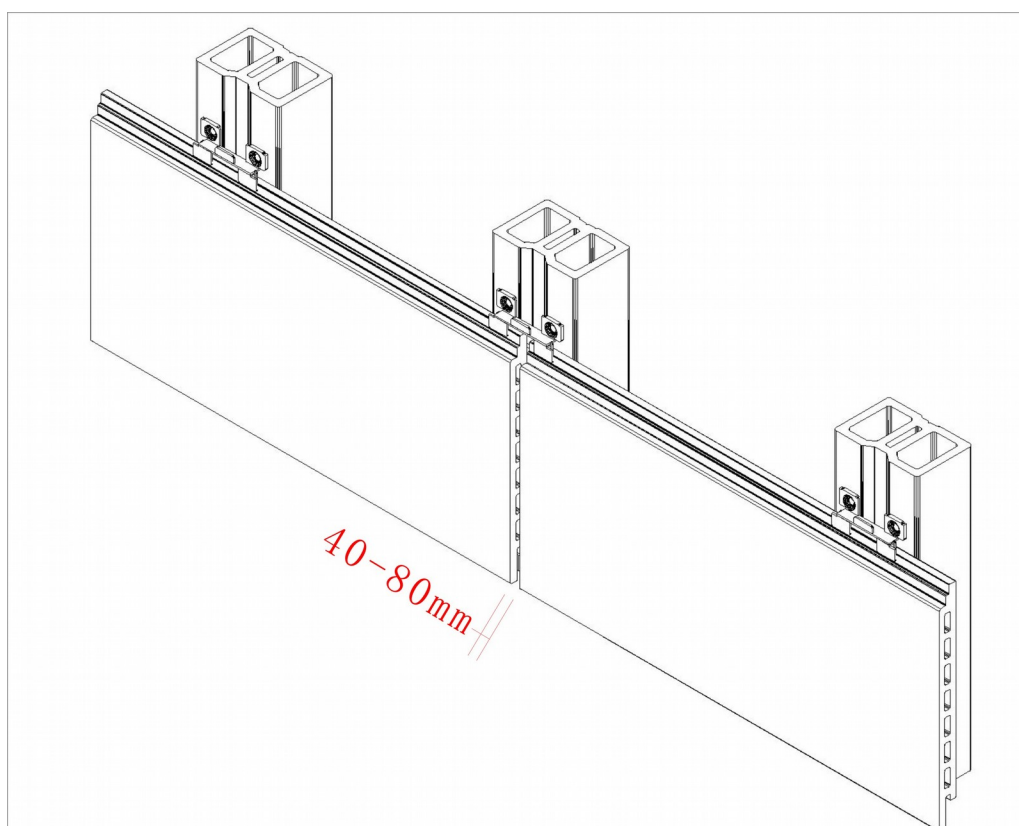

Рисунок 8
- NB: При стыковке двух панелей в длину необходимо оставлять компенсационный зазор заранее. Его величина при внутреннем использовании 2% длины панели, при внешнем использовании — 4%. Лучше осуществлять монтаж таким образом, чтобы компенсационный зазор попадал на лагу (**см. Рисунок 8**)